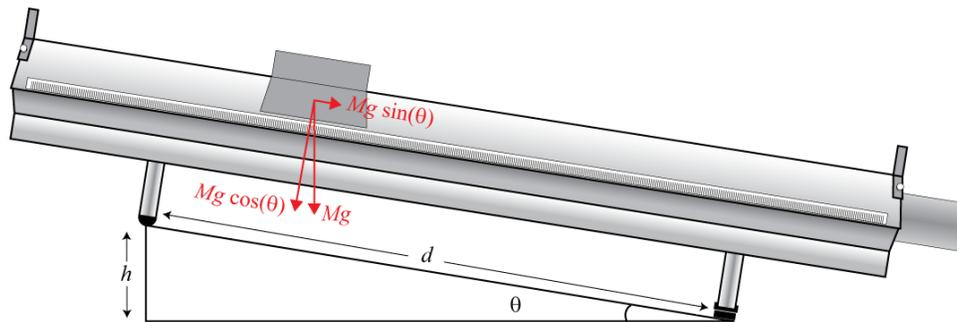

Figure 1 - Chariot sur un rail à coussin d'air incliné
Cette partie de l'expérience est illustrée à la Figure 1. La force verticale due au poids du chariot est $F = Mg$, où M est la masse du chariot et g est l'accélération gravitationnelle. Cette force peut être décomposée en une force normale perpendiculaire au rail, $N = Mg \cos \theta$, et une force d'accélération, $Ma = Mg \sin \theta$ (Eq. 1) où θ est l'angle entre le vecteur normal et le vecteur d'accélération gravitationnelle. À partir de la Figure 1, nous voyons que $\sin \theta = h/d$ (Eq. 2). En substituant Eq. 2 into Eq. 1, nous obtenons $a = gh/d$ (Eq. 3). Nous pouvons utiliser cette dernière relation pour déterminer g à partir de la pente d'un graphique de a vs. h et pour une valeur de $d = 1$ m. À noter que la force de friction était considérée comme négligeable dans la dérivation précédente.
Étape 2. Mesurez l'épaisseur du disque d'aluminium de 1 cm avec le pied à coulisse et replacer-le sous la patte du rail. Mesurez l'épaisseur des deux autres disques d'aluminium de 2 cm. Inscrivez ces valeurs dans votre rapport. L'épaisseur des disques est utilisée pour calculer l'élévation, h , du rail (voir Figure 1).